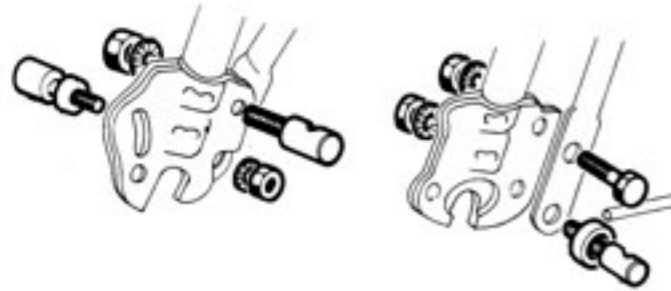

Fig. 1
- Dévisser les écrous des barillets serre tringle et des boulons de fixation du pont de garde-boue (clé de 10 mm, Fig. 1).